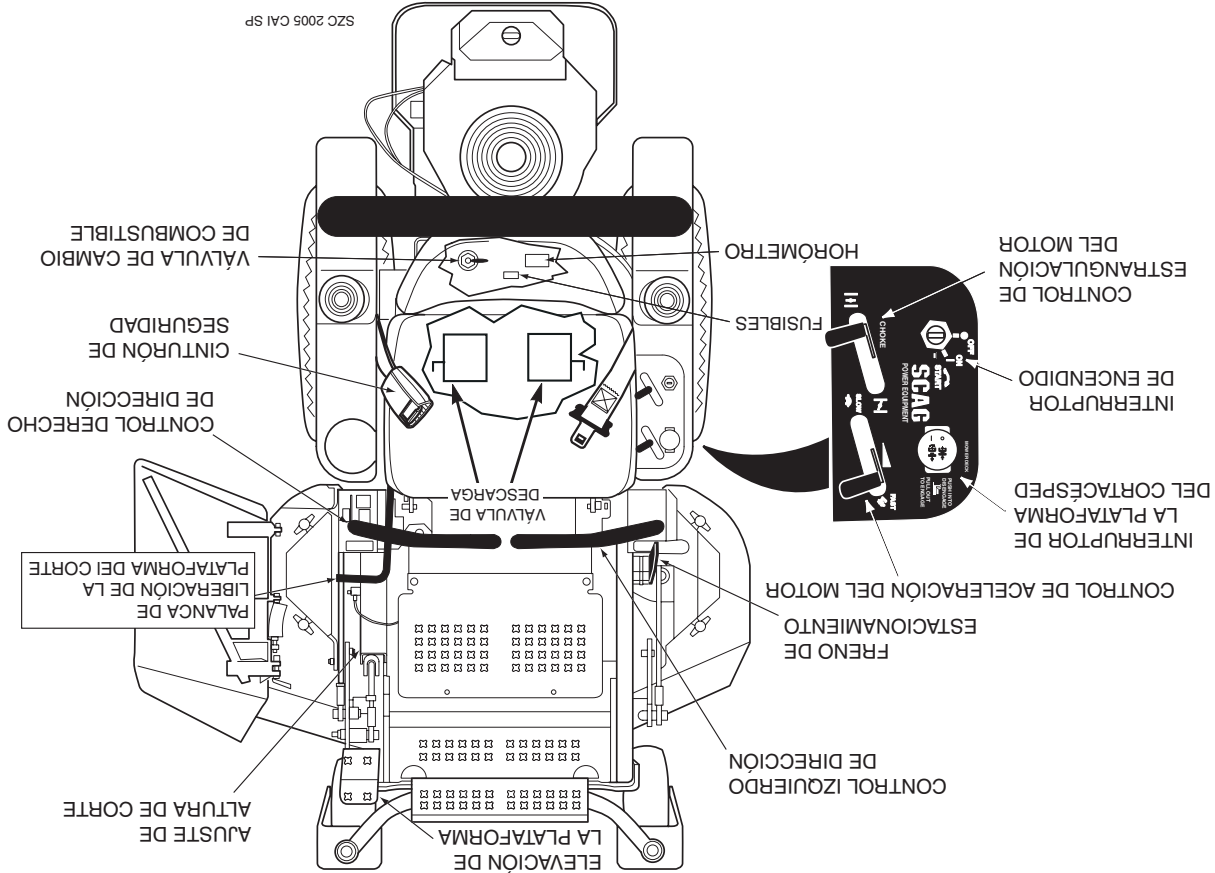

Figura 4-1 Controles e Instrumentos
5. **Horómetro (Figura 4-1).** Indica el número de horas que ha operado el motor. Opera cuando el interruptor de la llave de encendido está en la posición ON. Ha fijado los recordatorios para el mantenimiento del motor y los cambios de aceite del sistema hidráulico. El mantenimiento programado empezará a destellar 2 horas antes de la hora establecida y continuará destellando hasta 2 horas después. Reinicia automáticamente.
6. **Portafusibles (Figura 4-1).** Dos fusibles de 20 Amp protegen el sistema eléctrico del cortacésped. Para reemplazar los fusibles, retire el fusible del zócalo e instale uno nuevo.
7. **Control izquierdo de dirección (Figura 4-1).** Usado para controlar la rueda izquierda del cortacésped al avanzar hacia adelante o en reversa.
8. **Control derecho de dirección (Figura 4-1).** Usado para controlar la rueda derecha del cortacésped al avanzar hacia adelante o en reversa.
9. **Control del freno de estacionamiento (Figura 4-1).** Usado para accionar y desconectar los frenos de estacionamiento. Tire de la palanca para accionar los frenos de estacionamiento. Presione la palanca para desconectar los frenos de estacionamiento.
10. **Válvula de cambio de combustible (Figura 4-1).** Ubicada en el lado izquierdo de la máquina. Usada para cortar el suministro del combustible al motor y cambiar la alimentación de combustible entre tanques. Gire la válvula en contra del sentido de las agujas del reloj para suministrar combustible solamente del tanque del lado izquierdo. Gire la válvula en el sentido de las agujas del reloj para suministrar combustible solamente del tanque del lado derecho.
12. **Palanca de pie de elevación de plataforma (Figura 4-1).** Usada para levantar y bajar la plataforma de corte.
13. **Ajuste de la altura de corte (Figura 4-1).** Usado para poner la plataforma de corte en la altura de corte deseada.
14. **Palanca de liberación de la plataforma de corte (Figura 4-1).** Usada para trabar la plataforma de corte en la posición de transporte. Para corte normal, empuje el pedal hacia adelante y levante la palanca de desenganche de modo de soltar la plataforma de corte.
15. **Cinturón de seguridad (Figura 4-1).** Usado para asegurar al operador. El cinturón de seguridad debe usarse durante toda la operación.
1. **Interruptor de encendido (Figura 4-1).** Usado para arrancar el motor; tiene tres posiciones; OFF, ON, y START.
2. **Interruptor de la plataforma del cortacésped (Figura 4-1).** Usado para accionar y desconectar el sistema de transmisión del cortacésped. Tire del interruptor para accionar la transmisión de la plataforma. Presione el interruptor para desconectar la transmisión de plataforma.
3. **Control de estrangulación del motor (Figura 4-1).** Usado para arrancar un motor frío.
4. **Control de aceleración del motor (Figura 4-1).** Usado para controlar la velocidad de motor. Presionando la palanca hacia abajo aumenta la velocidad del motor. Tirando de la palanca hacia atrás disminuye la velocidad del motor. La posición completa hacia atrás es la posición de MARCHA EN VACÍO. La posición de corte es la de mas adelante.